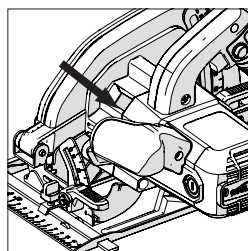

Fig. 3
- Localize o botão de bloqueio do mandril da máquina (que está posicionado de forma semelhante em todas as máquinas). Bloqueie o mandril da máquina, ativando o botão de bloqueio do mandril. (**Fig. 3**).